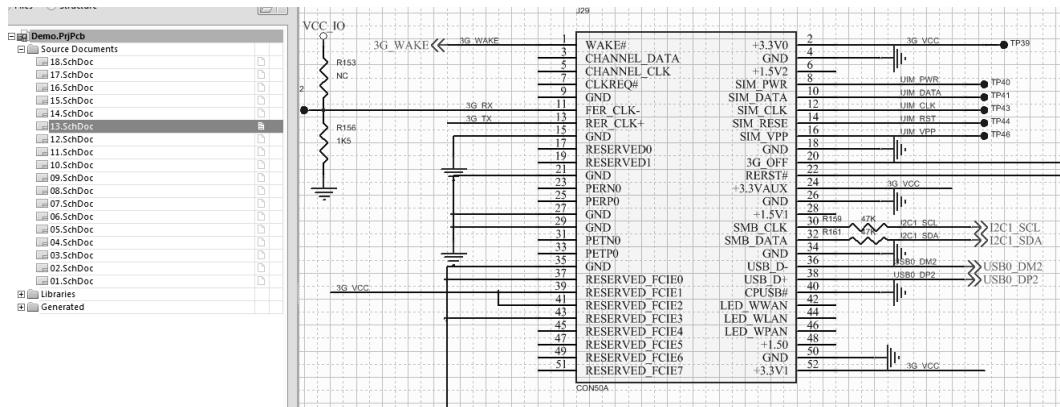

图 12-65 转换后的 Altium Designer 原理图
(5) 转换后的 Altium Designer 原理图如图 12-65 所示。同样，转换过程中可能存在不可预知的错误，转换完成后的原理图仅供参考，如果要使用，则需要进行检查及确认。对电阻、电容的封装型号按照 BOM 表核对一遍，有时候 OrCAD 中有可选封装类型时，转换过来的封装型号可能会变。